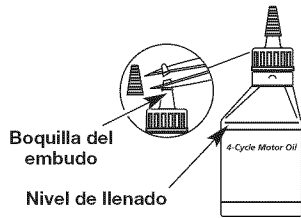

Fig. 9
Su unidad trae una botella de aceite SAE 30 SF, SG, SH de 90 ml (3.04 onzas fluidas) (Fig. 9).
**NOTA:** Guarde la botella para medir la cantidad correcta de aceite cuando deba cambiarlo en el futuro (Fig. 9). Lea *Cambio de aceite*.
1. Desenrosque la tapa de la botella de aceite y retire el sello de papel que cubre la apertura. Vuelva a colocar la tapa. Corte la punta de la boquilla del embudo (Fig. 9).